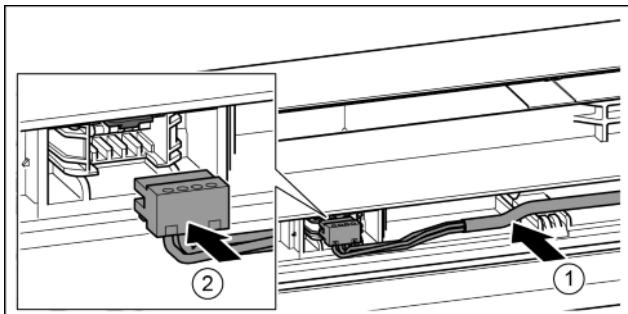

Fig. 41
- Вставить серый кабель в направляющую в верхней двери. *Fig. 41 (1)*
- Зафиксировать штекер. *Fig. 41 (2)*